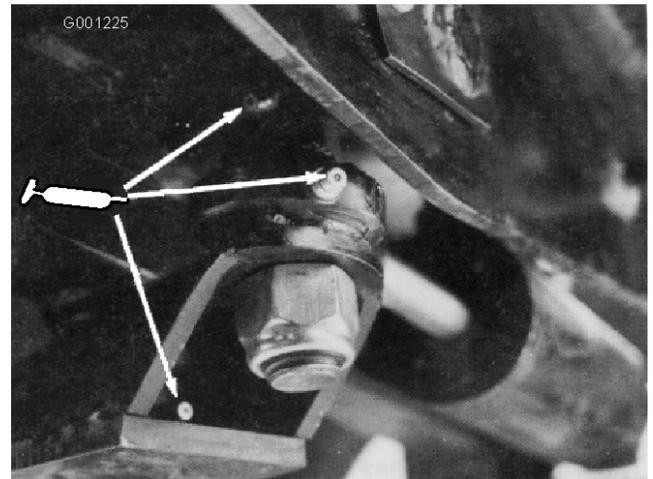

Figura 42
- boccole della piastra sterzante (Figura 42)
- boccola del perno dell'assale (Figura 42)